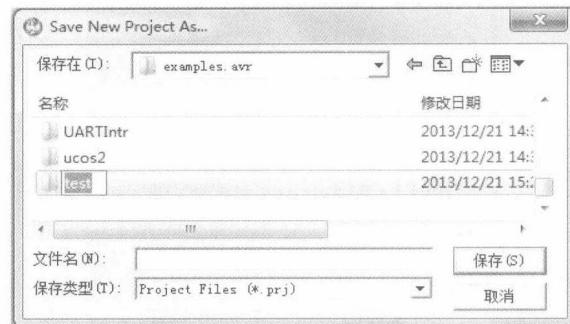

图 1-2-9 新建项目文件夹
(2) 为方便日后程序的查找和管理，习惯上将项目文件建在 C:\icc7avr\examples.avr 文件夹下（文件夹最好用英文或者数字命名），如图 1-2-9 所示。